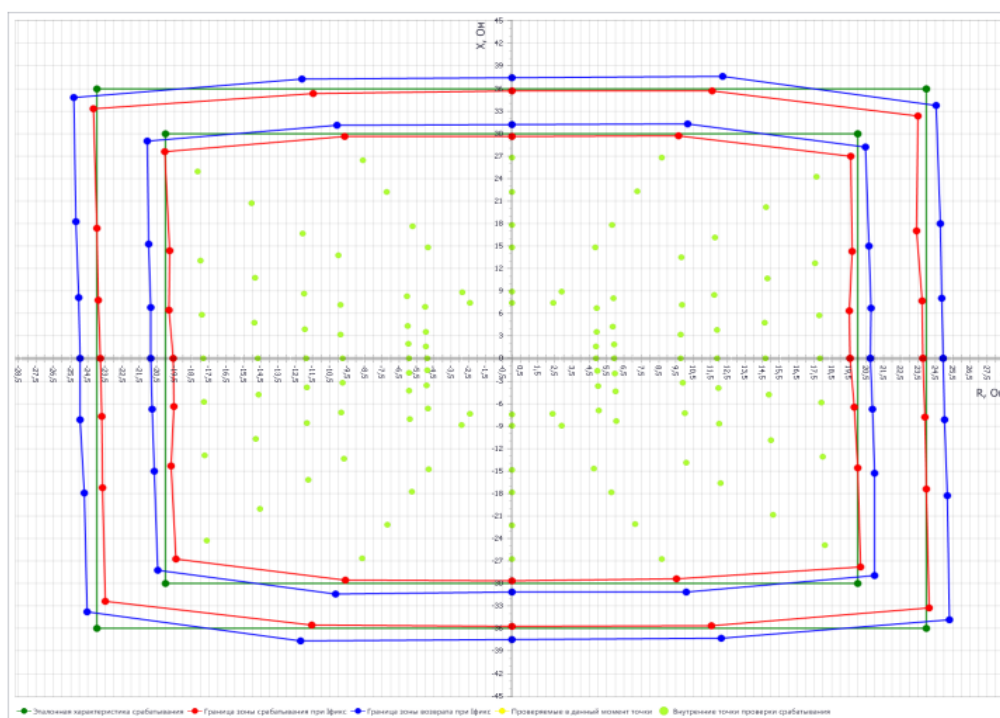

Рисунок 3.40 – Характеристика срабатывания и возврата ИО РС
- Рисунок с изображением характеристики срабатывания и возврата (Рисунок 3.40);